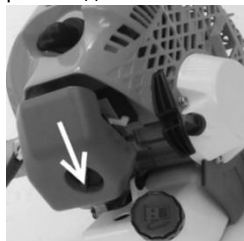

Рисунок 13
5.1.1 Снимите кожух защиты воздушного фильтра сняв фиксатор (рис. 13).